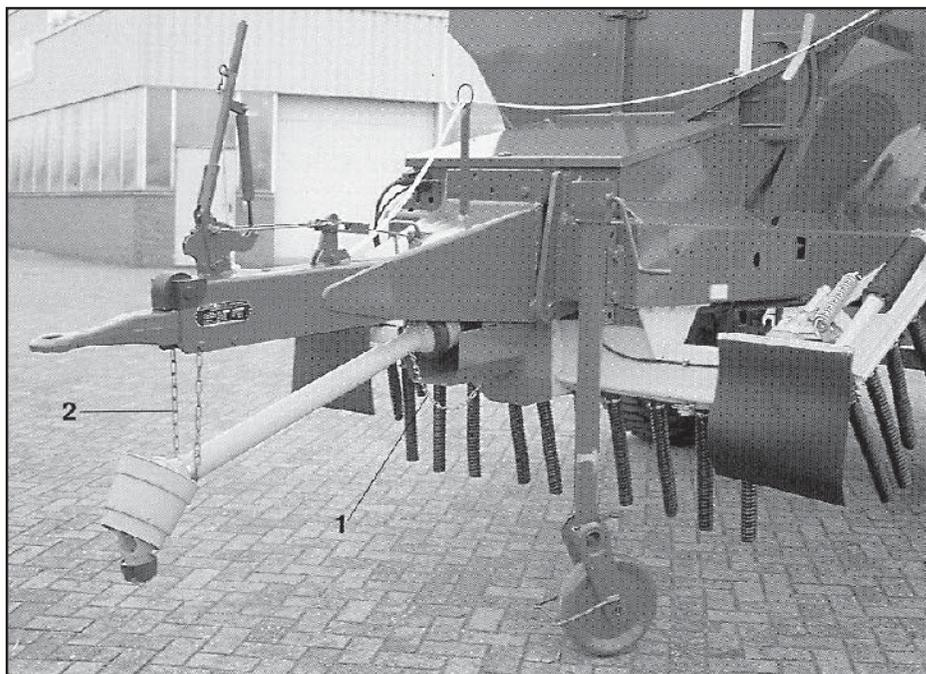

Fig. 4.14
4. Die Schutzrohre der Gelenkwelle sind mit Halteketten (Fig. 4.14/1) versehen, die am Schlepper und am ZG-B zu befestigen sind. Die Sicherungsketten verhindern das Mitdrehen der Schutzrohre bei laufender Gelenkwelle. Halteketten so an den vorgesehenen Bohrungen einhängen, daß ausreichender Schwenkbereich der Gelenkwelle in allen Betriebsstellungen gewährleistet ist und die Schutzrohre während des Betriebes nicht mitdrehen.
Gelenkwelle in Kette (Fig. 4.14/2) einhängen.